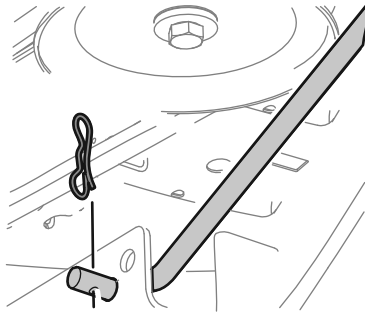

Figure 44
- Retirez la goupille fendue qui fixe la tige de relevage avant au plateau. Voir Figure 44. Faites sortir la tige de relevage du support avant.